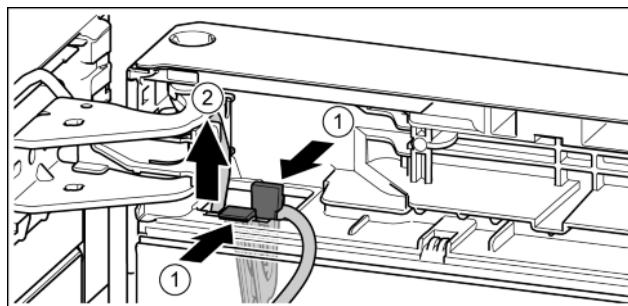

Fig. 21
- ▶ Притисніть накладку. Fig. 21 (1)
- ▶ Витягніть тримач кабелю із зафікованим в ньому кабелем. Fig. 21 (2)